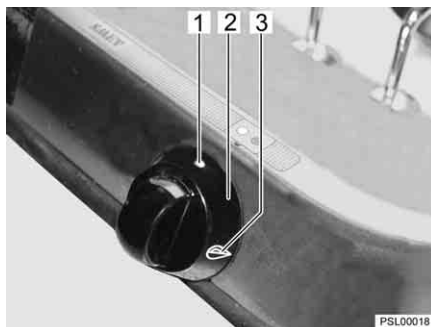

Fig. 42 Boutons de commande pour le réchaud à gaz
- Mettre le bouton tournant (Fig. 42,2) de la source de chauffe souhaitée sur grande flamme "▲" (Fig. 42,3), appuyer dessus, et le maintenir enfoncé. Le gaz s'écoule vers le brûleur.
- Tourner le bouton tournant sur la position "0" (Fig. 42,1). La flamme s'éteint.